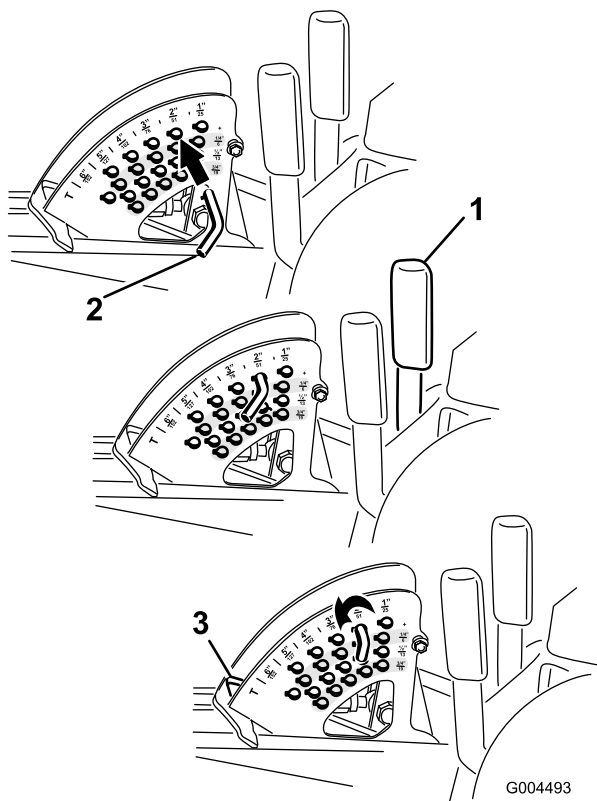

Figura 24
Nota: Para bloquear la carcasa del cortacésped en posición elevada, eleve la carcasa más allá de la posición de 15 cm, retire el pasador de tope de altura de corte (consulte Ajuste de la altura de corte), y ponga el pasador en la posición de altura de corte de 15 cm (Figura 24).
1. Con el motor en marcha, tire hacia atrás de la palanca de elevación de la carcasa hasta que la carcasa del cortacésped esté elevada del todo y **suelte la palanca inmediatamente** (Figura 24).
2. Para ajustar, gire el pasador de tope hasta que el pasador cilíndrico que contiene se alinee con las ranuras de los taladros del soporte de altura de corte, y retire el pasador (Figura 24).
3. Seleccione un taladro del soporte de altura de corte que corresponda a la altura de corte deseada, inserte el pasador y gírelo para bloquearlo en esa posición (Figura 24).
Nota: Hay cuatro filas de taladros (Figura 24). La fila superior corresponde a la altura de corte impresa encima del pasador. La segunda fila corresponde a la altura impresa más 6 mm. La tercera fila corresponde a la altura impresa más 12 mm. La fila inferior corresponde a la altura impresa más 18 mm. Para la posición de 15,8 cm hay un solo taladro, situado en la segunda fila. Esta posición no añade 6 mm a la altura de 15,8 cm.